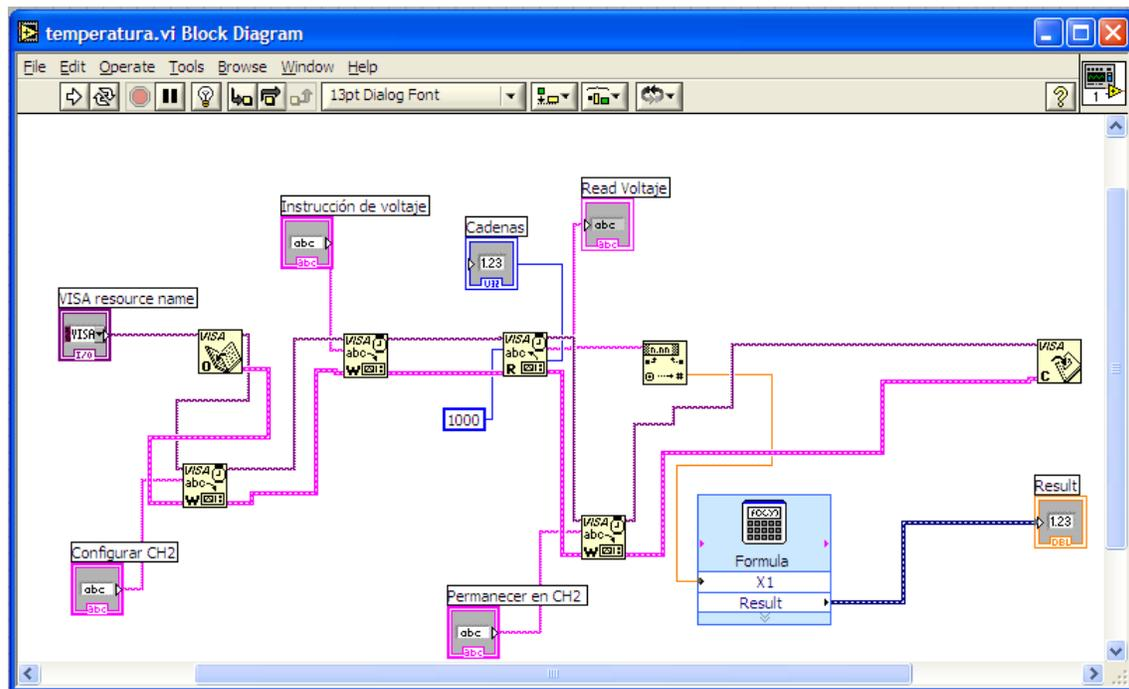

Figura 7.18: Diagrama a bloques del programa LabView para adquirir temperatura.
- 1. La herramienta VISA Open se utiliza para abrir la sesión de VISA (figura 7.18).**